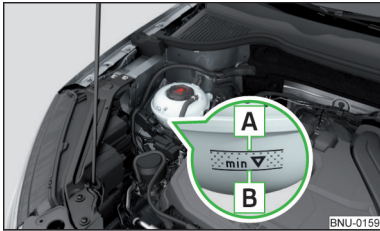

Abb. 309
Kühlmittelstand prüfen - der Kühlmittelstand muss zwischen den Markierungen **A** und **B** liegen » Abb. 309. Liegt der Kühlmittelstand unterhalb der Markierung **B**, das Kühlmittel nachfüllen.
Die **Spezifikation** des Kühlmittels ist auf dem Kühlmittelausgleichsbehälter aufgeführt » **Abb. 309**.
- Das Kühlmittel nicht über die Markierung **A** auffüllen » **Abb. 309**. Das Kühlmittel könnte bei Erwärmung aus dem Kühlsystem gedrückt werden - es besteht die Gefahr einer Beschädigung der Motorraumteile.